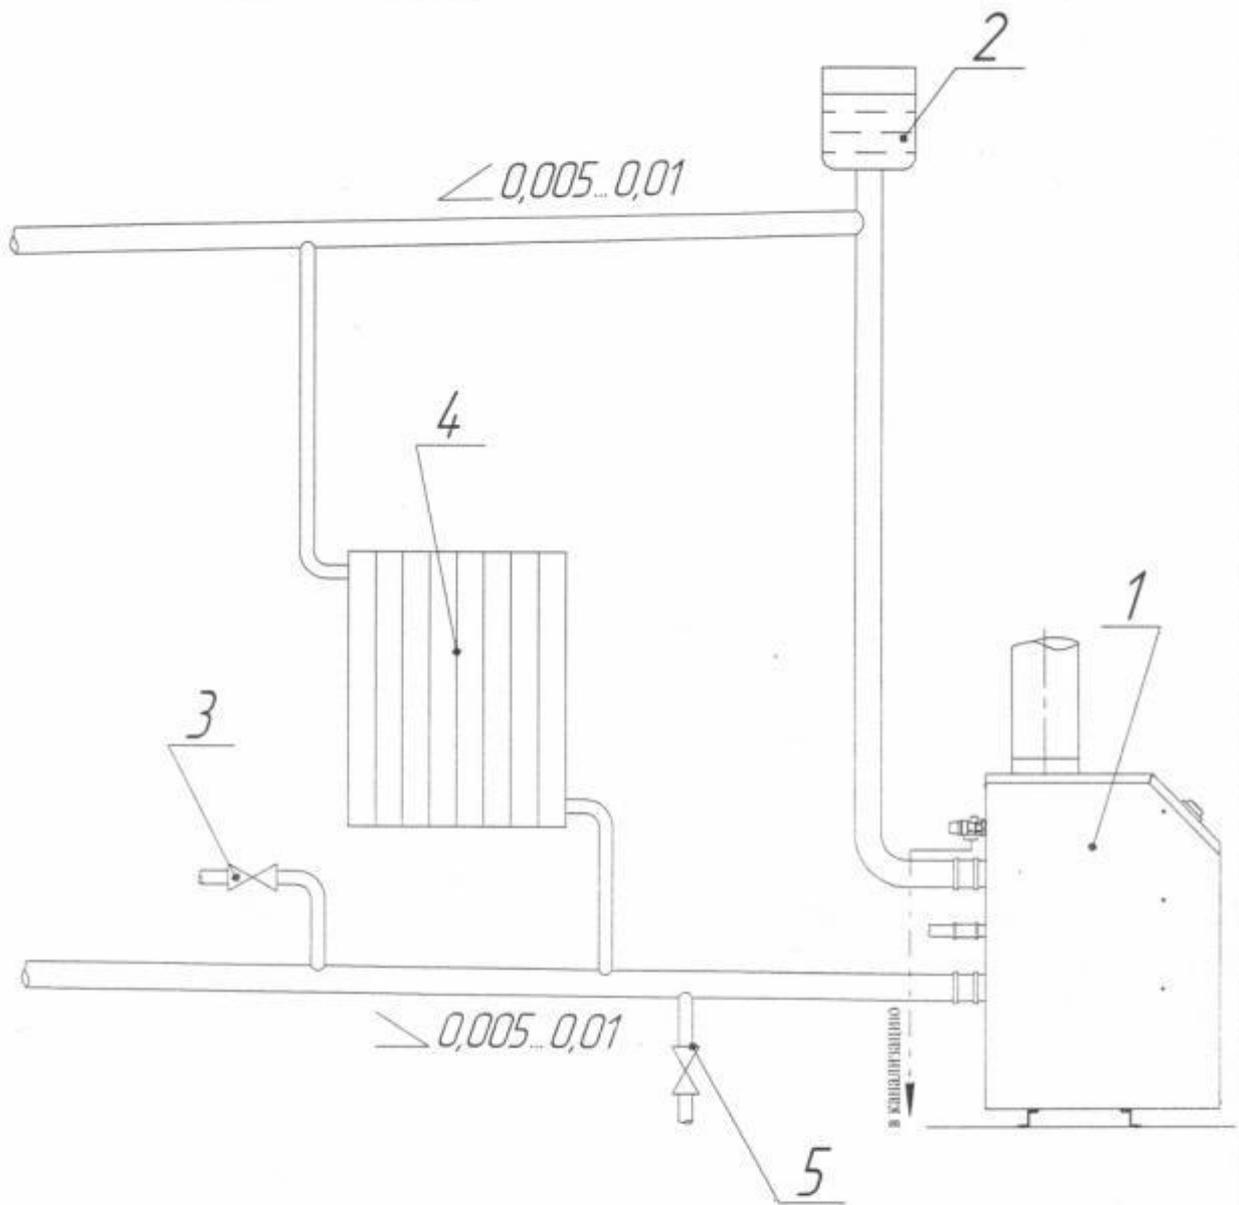

Рис.6. Рекомендуемая схема разводки отопительной системы с гравитационной циркуляцией воды.
5.3 Рекомендуемые схемы системы отопления приведены на рис.6,7.